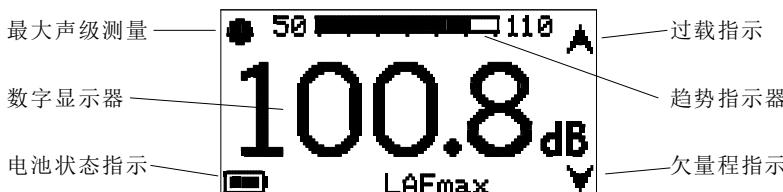

图 7 显示器的字符
- 显示器 : 128×64 点阵式液晶显示器, 见图 7。